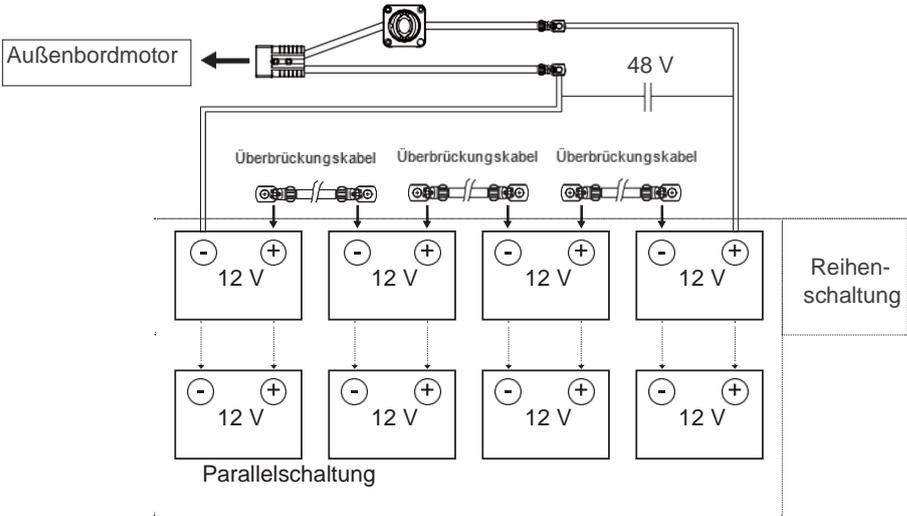

Abbildung 4-3
Wenn Sie vier 12-V-Batterien in Reihe schalten, um ein 48-V-Batterieset zur Stromversorgung des NAVY 6.0 herzustellen, verwenden Sie Überbrückungskabel, um die Batterien in Reihe zu schalten (Abbildung 4-3). Achten Sie darauf, das Hauptschalterkabel an den Pluspol der Batterie und das andere Kabel an den Minuspol der Batterie anzuschließen.
- ⚠ Kehren Sie niemals die Polarität um. Bitte gehen Sie bei der Reihenschaltung und/oder Parallelschaltung von Batterien auf sehr sorgfältig vor. Überprüfen Sie Ihre Arbeit immer mehrfach anhand von Abbildung 4-3.